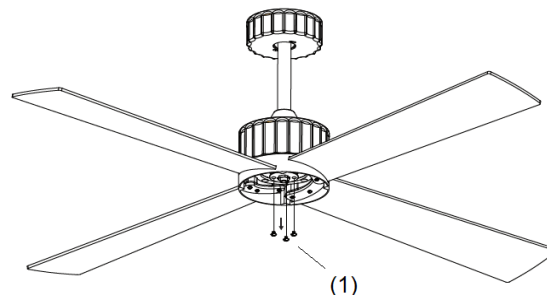
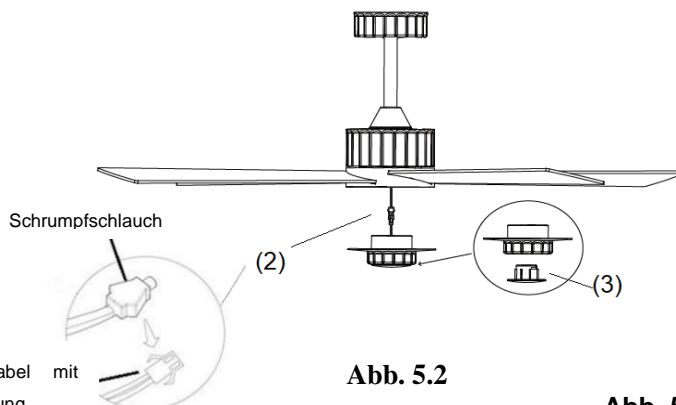

Abb. 5.1
Abb. 5.2
- Lösen Sie die 3 Schrauben (1) am Ventilator. (Abb. 5.1)
- Nehmen Sie den Schrumpfschlauch von der Schnellkupplung (2) des Beleuchtungssets ab und schließen Sie sie an den Ventilator an.
- Nehmen Sie die untere Verkleidung (3) ab. (Abb. 5.2)